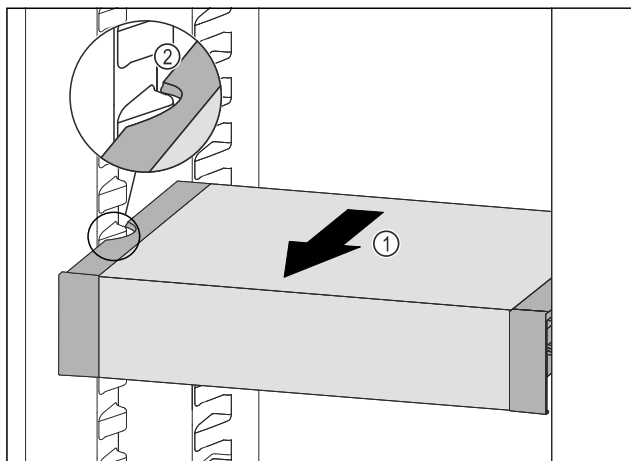

Fig. 88
- 向前拉动 VarioSafe Fig. 88 (1)，直至 VarioSafe 的侧部凹槽与冷藏区中的容器肋梁持平。Fig. 88 (2)